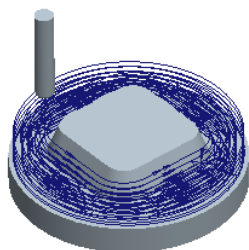
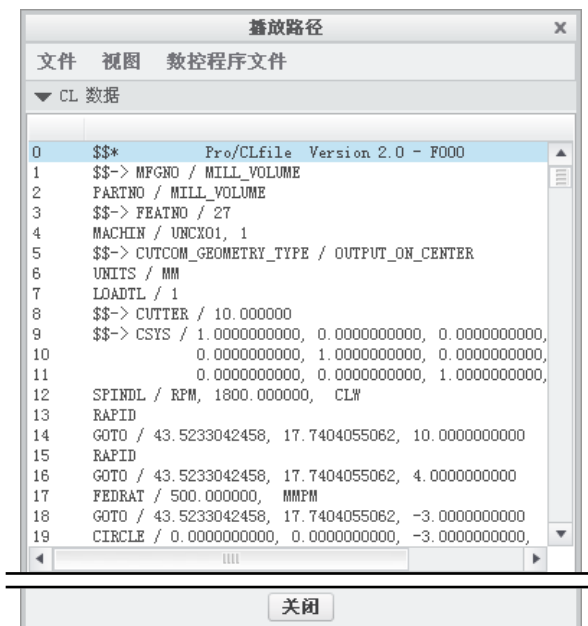

图 3.1.32 刀具的行走路线
图 3.1.33 查看 CL 数据
Step3. 单击“播放路径”对话框中的  按钮，观测刀具的行走路线，如图 3.1.32 所示。单击 ► CL 数据 查看生成的 CL 数据，如图 3.1.33 所示。